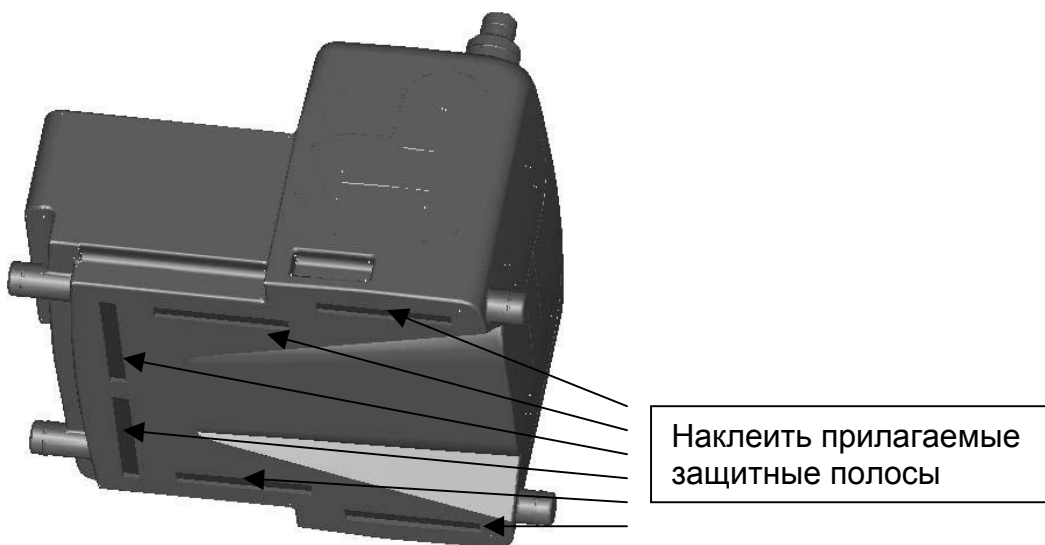

Рис. 5. Расположение защитных полос
- Перед монтажом установки приклейте прилагаемые защитные полосы на предназначенные для них поверхности (См. Рис. 5).